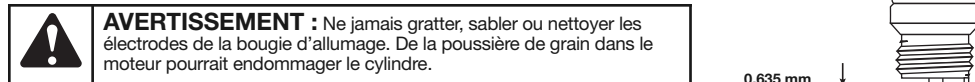

Fig. 25
4. Utilisez une jauge d'épaisseur pour régler l'écartement à **0,635 mm (0,025 po)** (Fig. 25).